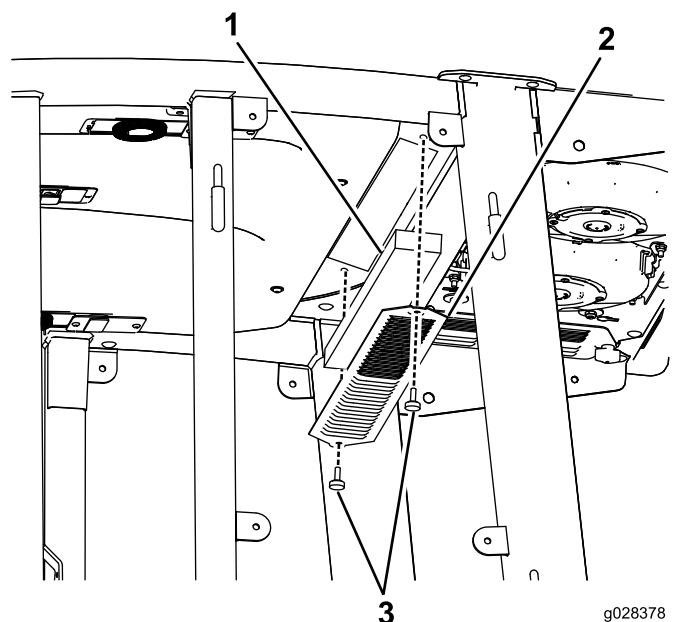
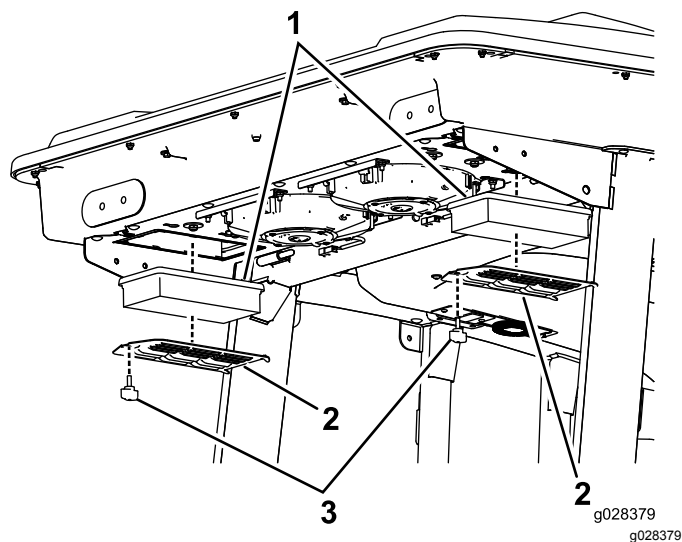
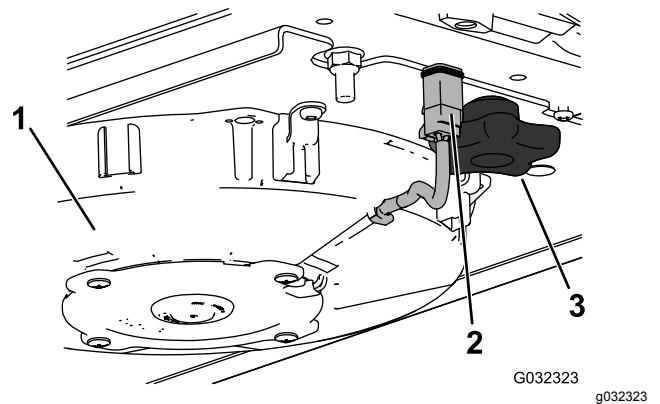
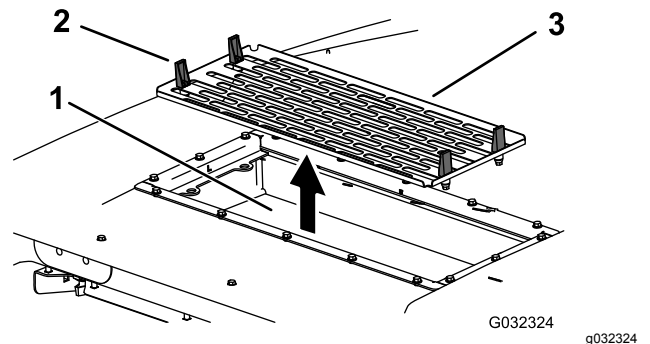

Figure 135
Figure 136
Figure 138
Figure 139
1. Retirez les vis et les grilles des filtres à air intérieur et arrière de la cabine (Figure 135 et Figure 136).
4. Ouvrez les 4 fermetures sur le système de climatisation et déposez la grille (Figure 139).
2. Débranchez le câble de chaque ventilateur (Figure 138).
5. Déposez les filtres à air (Figure 136).
7. Reposez les filtres à air, la grille et le ventilateur (Figure 136, Figure 138 et Figure 139).
8. Rebranchez le câble de chaque ventilateur (Figure 138).